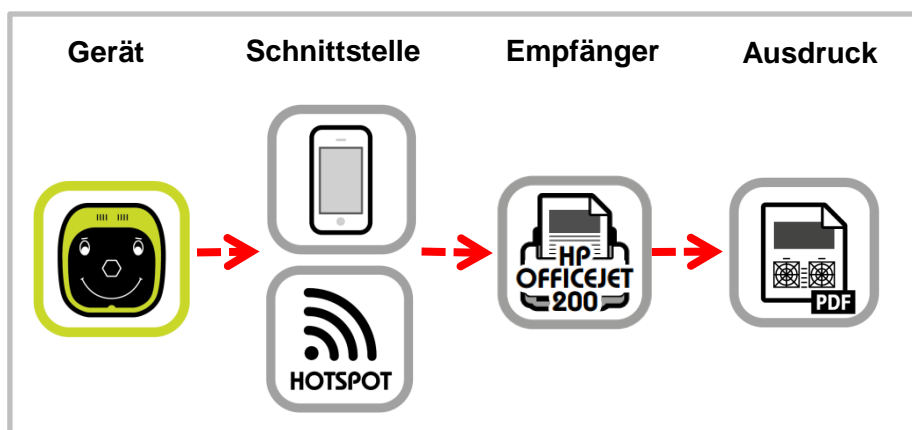

Abbildung 6: Netzwerkzugriff über einen Smartphone Hotspot einrichten
- Durch Auswahl des am Plusoptix-Gerät angezeigten Gerätenamens „px12-1234“ (siehe Abbildung 6), können Sie auf die auf der eingesteckten SD-Karte abgelegten Dateien zugreifen.
Falls das Gerät nicht angezeigt wird, können Sie nach der am Plusoptix-Gerät angezeigten IP Adresse „192-184.200.1“ suchen (siehe Abbildung 6). Wird ein Benutzername und Kennwort verlangt, müssen Sie die Zugangsdaten beim zuständigen Netzwerkadministrator erfragen.